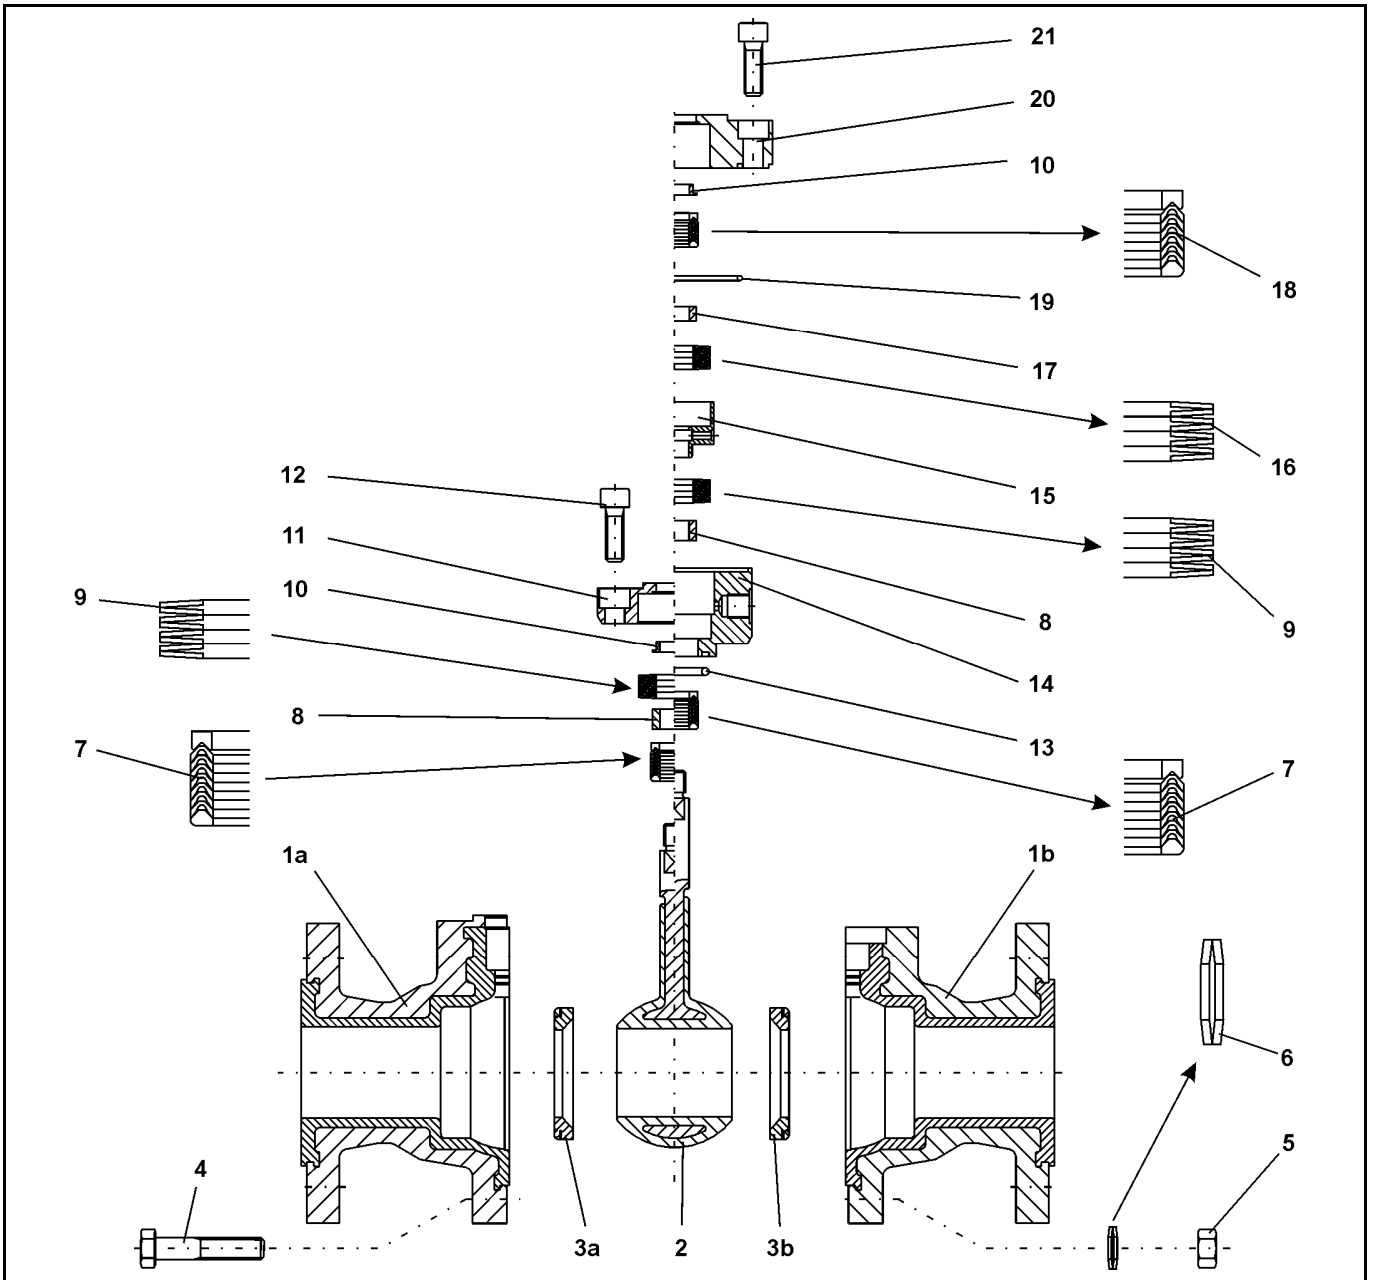
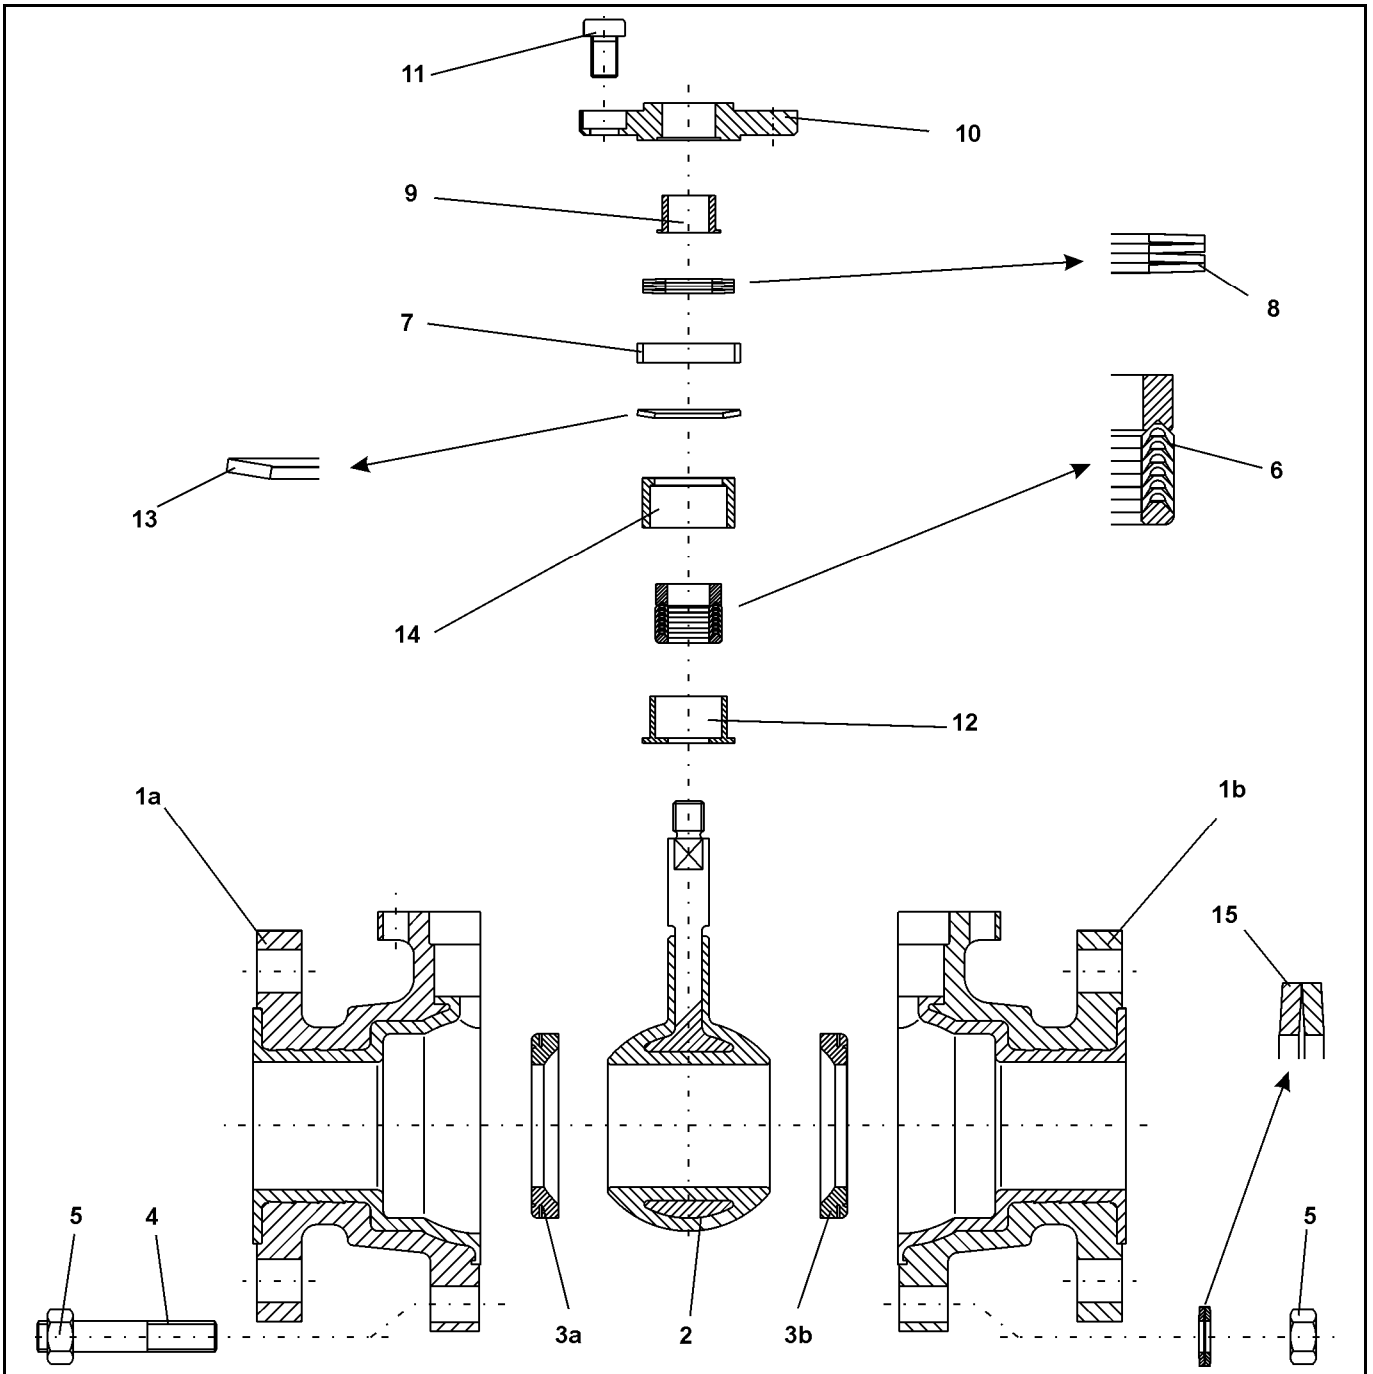

Bild 3 - Explosionszeichnung des DIN-Kugelhahns BR 20a
Bild 4 - Explosionszeichnung des ANSI-Kugelhahns BR 20a
**Hinweis:** Die in den Explosionszeichnungen (Bild 3 und Bild 4) dargestellten Lagen und Anordnungen der Einzelteile sind bei der Montage einzuhalten.
Die Anordnung der Tellerfedern sind der Explosionszeichnung ( Bild 3 ) zu entnehmen.
Jetzt folgen nacheinander der erste Tellerfedersatz ( 9 ), die Distanzrolle ( 15 ) und der zweite Tellerfedersatz ( 16 ). Die Anordnung der Tellerfedern sind der Explosionszeichnung ( Bild 3 ) zu entnehmen.
Die Anordnung der Tellerfedern sind der Explosionszeichnung ( Bild 4 ) zu entnehmen.
Auf die Buchse 14 wird die Tellerfeder ( 13 ) gelegt. Die Lage der Feder ist der Explosionszeichnung ( Bild 4 ) zu entnehmen.
Auch die Lage des Tellerfedersatzes ist der Explosionszeichnung ( Bild 4 ) zu entnehmen.